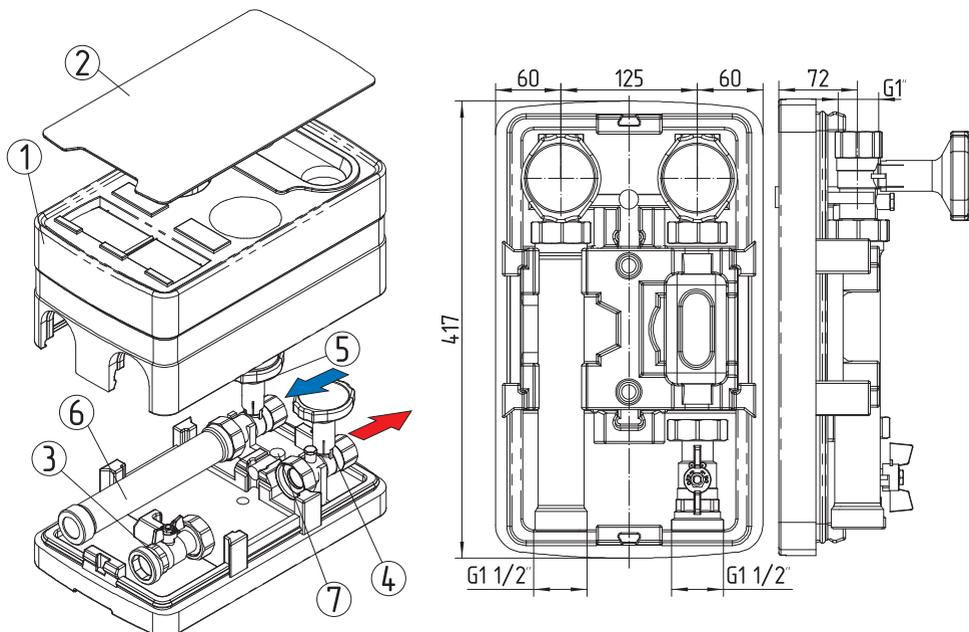

Рис.2 Устройство насосной группы быстрого монтажа
Подсоединение трубопроводов отопительного контура к шаровым кранам (**Рис.2, поз.4**) и (**Рис.2, поз.5**) должно производиться с использованием в качестве подмоточного уплотнительного материала ФУМ-ленты (PTFE - политетрафторэтилен, фторопластовый уплотнительный материал), полиамидной нити с силиконом или льна. Излишки уплотнительного материала не должны попадать в запорные механизмы кранов, это может привести к утрате работоспособности кранов.
1. Установите насос, в посадочное место между отсечным краном (**Рис.2, поз.3**) и шаровым краном (**Рис.2, поз.4**);